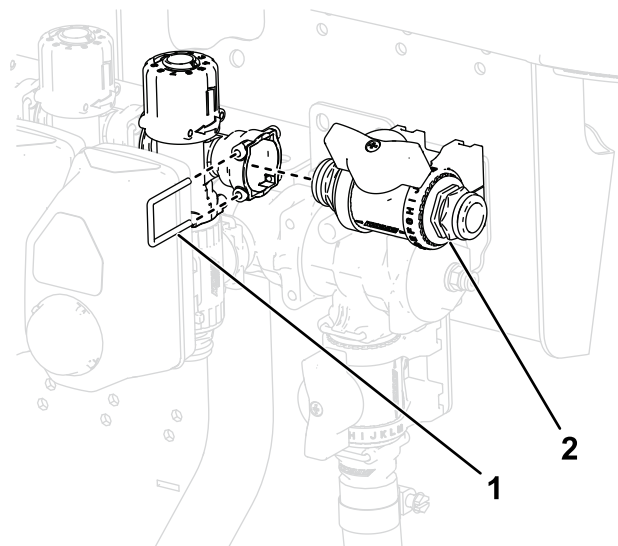

Figure 41
13. Montez la vanne de commande sur le bloc de vannes comme montré à la Figure 41.